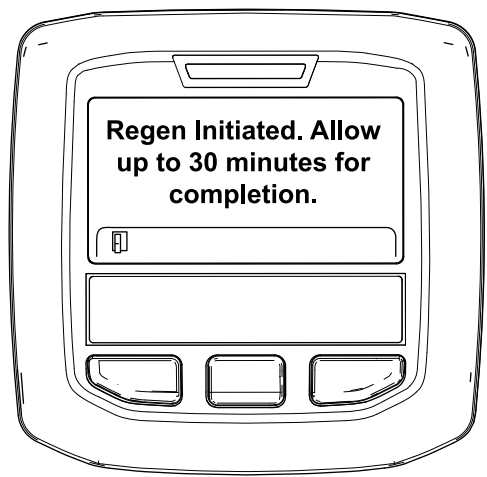

図 37
- 再生許可の場合には Regen Initiated 再生を開始しましたと表示。再生が終了するまで、最大 30 分間が必要。終了まで待つ 図 37。